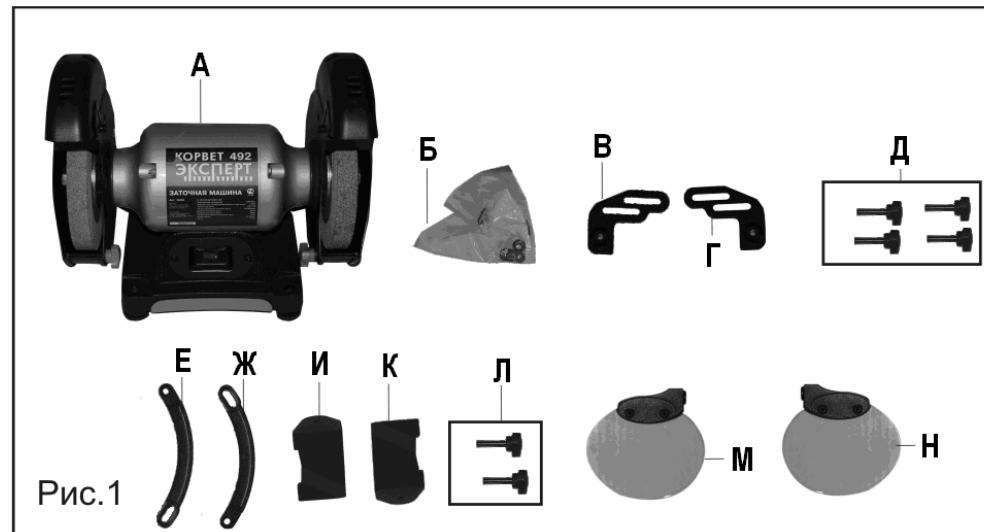

Рис.1
## 5. КОМПЛЕКТНОСТЬ (Рис.1)
В комплект поставки входит (Рис.1):
**Примечание:** Устанавливая винты 3,13,10, используйте по одной на каждый из винтов плоскую и пружинную шайбы из комплекта шайб 2 (Рис.1). Пружинную шайбу необходимо устанавливать под головкой винта, а плоскую за ней.
9.3. Винтом (Л), Рис.1, предварительно закрепите защитный экран 9 на держателе 12.